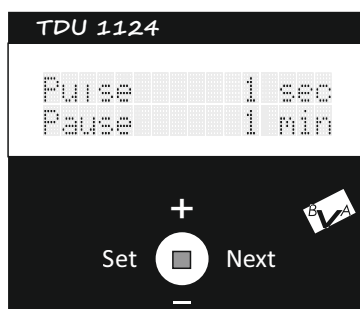

fig.11
3. Reglaj generator de impulsuri.vezi fig 11.